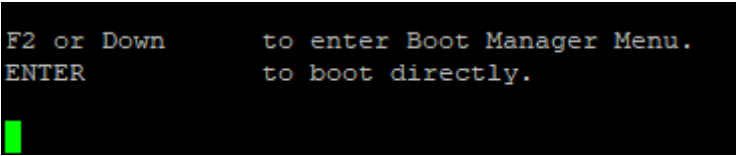

Рисунок 4 – Вход в меню BIOS
2.3.6.1 Для того, чтобы зайти в меню BIOS, во время загрузки нужно нажать клавишу «F2» или «Down» на клавиатуре или в терминале (Рисунок 4).